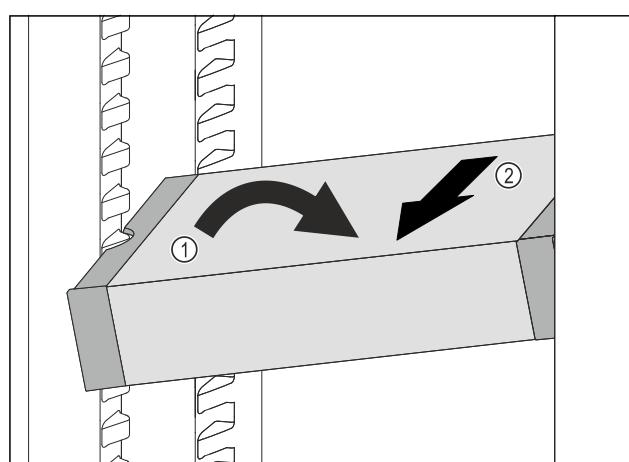

Fig. 152
- Fig. 152 (1)
- Sortir le tiroir VarioSafe par l'avant. Fig. 152 (2)